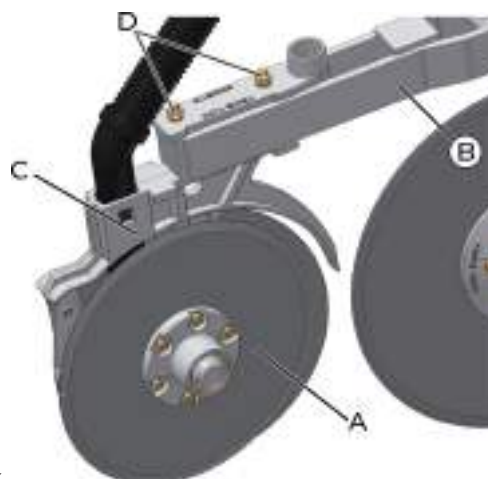

fig. 114
Formado por um conjunto de discos duplos desenhados de 15" e 15" (A) e montados na estrutura da linha (B) por meio do suporte dos discos (C) com o fixador (D). O suporte e o fixador são presos por parafusos, porcas e arruelas (*fig. 114*).